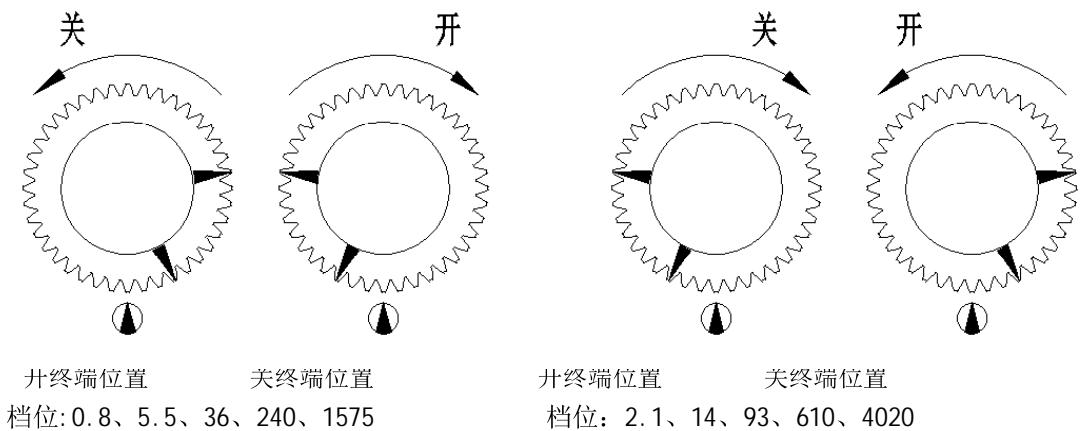
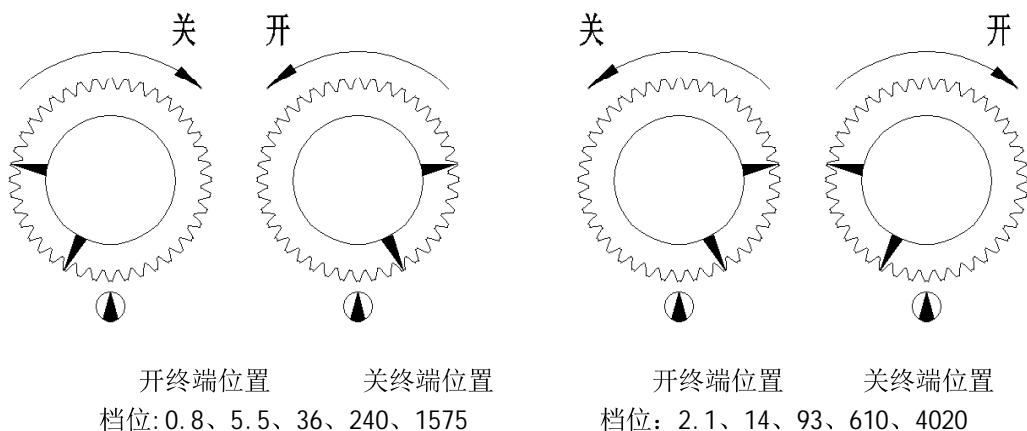

图 3 传递齿轮旋转方向及终端位置示意图 A
图 4 传递齿轮旋转方向及终端位置示意图 B
5) 按第 2) 步所述方法调整传递齿轮，使传递齿轮的位置处于图 3 或图 4 所示